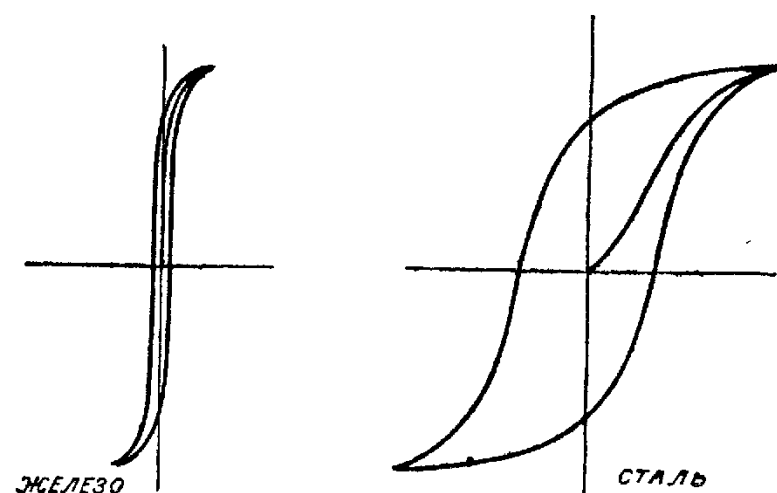

Рис. 16.
**ADECFG.** Чем тверже испытуемый сорт ферромагнитного материала, тем больше в нем остаточный магнетизм  $OD$  и задерживающая сила  $OE$ , а потому и петля гистерезиса шире. Для примера на рис. 16 показаны кривые циклического перемагничивания мягкого железа и литой стали.